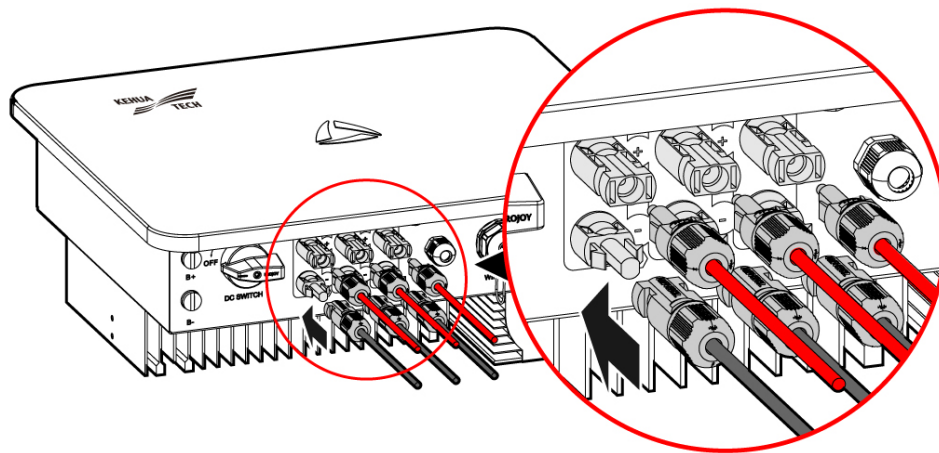
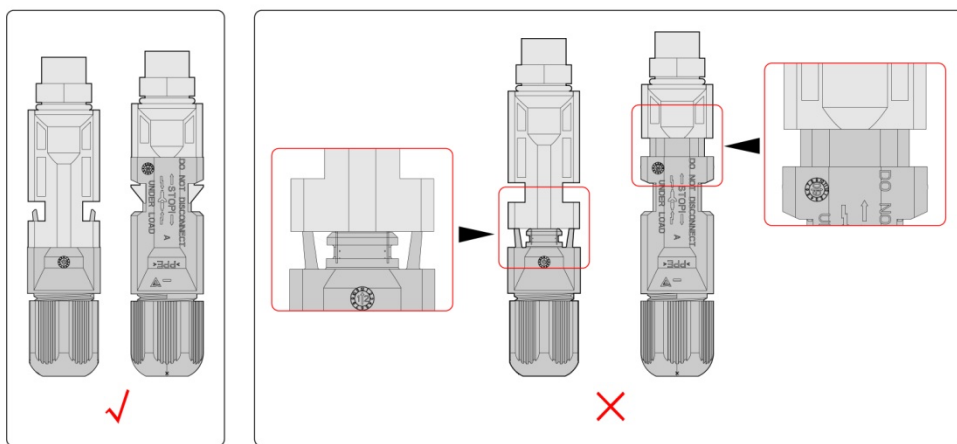

Figura3-21 Conexão de conectores fotovoltaicos
Figura3-22 Método de instalação do conector fotovoltaico
- Etapa 6** Insira os conectores positivos e negativos nos terminais fotovoltaicos "+" e "-" na parte inferior do inversor, respectivamente (como exibido na Figura3-21). Quando você ouvir um clique, significará que a conexão estará boa (como exibido na Figura3-22).